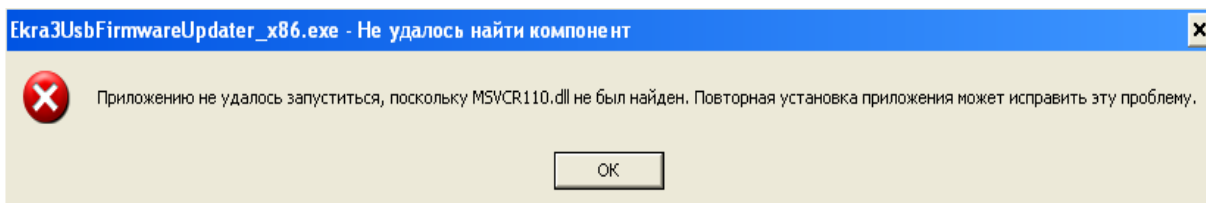

Рисунок 6 – Окно ошибки
4.1.2 При появлении ошибки при запуске программы (рисунок 6), необходимо установить дополнительный пакет **AdditionalPackages/vcredist2012** в соответствии с разрядностью ОС.